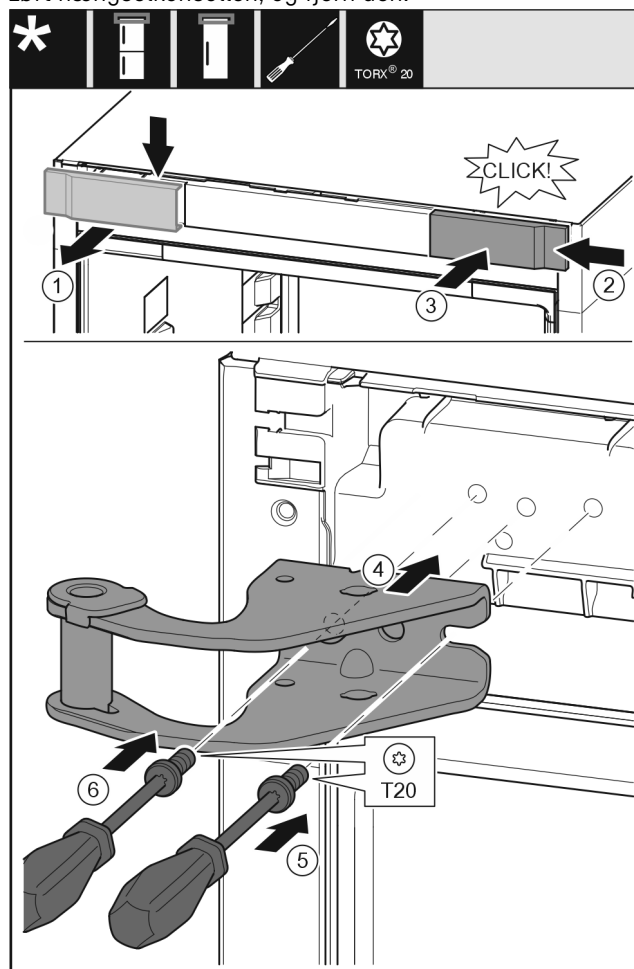

Fig. 14
- Tag afdækningen af opefter. *Fig. 14 (1)*
- Drej afdækningen 180°, og anbring på plads i den anden side fra højre. *Fig. 14 (2)*
- Sørg for, at afdækningen går i indgreb. *Fig. 14 (3)*
- Anbring den øverste hængselkonsol. *Fig. 14 (4)*
- Sæt skruen i med skruetrækkeren T20, og stram den. *Fig. 14 (5)*
- Sæt skruen i med skruetrækkeren T20, og stram den. *Fig. 14 (6)*